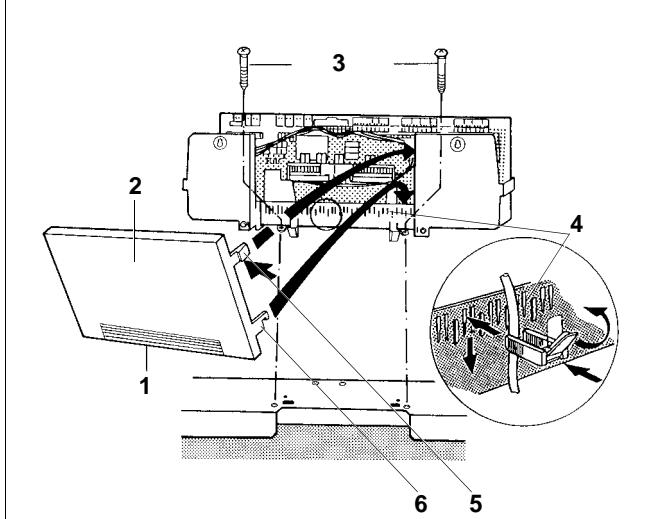

Рис. 15 Демонтаж задней стенки
- Закрепите систему управления на передней крышке котла сзади двумя винтами справа и слева в кабельном проходе (рис. 15, поз. 3).
При необходимости можно выломать или вырезать заглушку (рис. 15, поз. 1) на задней стенке (рис. 15, поз. 2).
- **Только система управления Logamatic 4000:** Вставьте два нижних крюка (рис. 15, поз. 6) справа и слева на задней стенке (рис. 15, поз. 2) в шлицы верхней кромки рамки (рис. 15, поз. 4). Слегка нажмите на верхние эластичные крюки (рис. 15, поз. 5) внутрь (по стрелке) и приложите заднюю стенку (рис. 15, поз. 2) так, чтобы оба крюка защелкнулись.
Экспликация к рис. 15